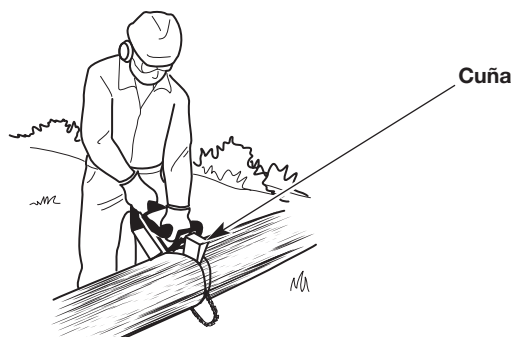

Fig. 21
- Haga el segundo corte desde el lado opuesto hasta que los dos cortes se unan. Si el diámetro de la madera es suficientemente grande, inserte cuñas blandas de plástico o madera para mantener el corte abierto y evitar compresión (Fig. 21). Tenga cuidado de no tocar las cuñas con la cadena de la sierra.